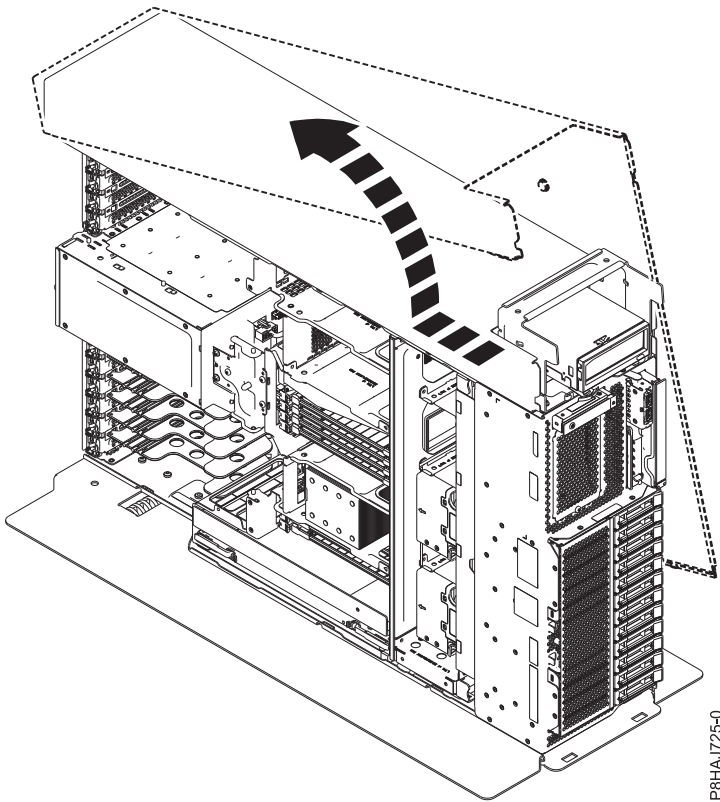

図 32. 8286-41A のサイド・カバーの取り外し
5. サイド・カバーを、図 32 に示されている方向へスライドさせて、システムから外します。